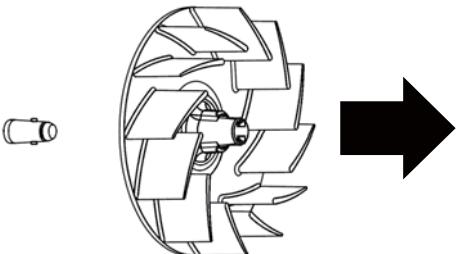

Abb. 6
7. Ziehen Sie das Lüfterrad heraus (Abb. 6).